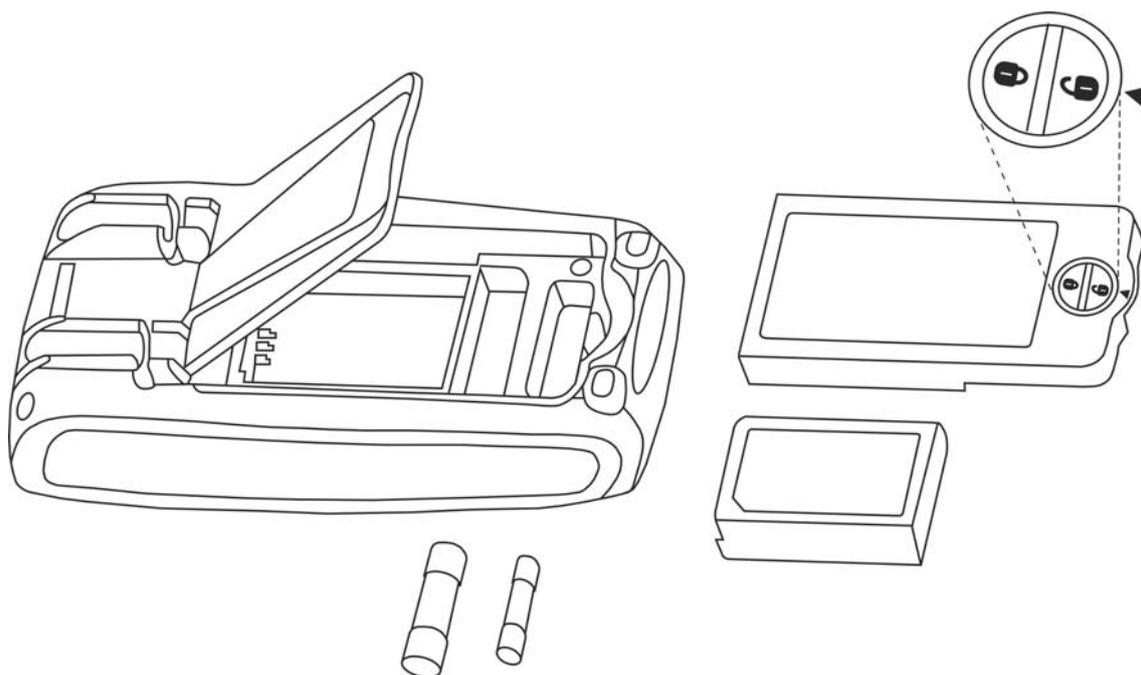

Fig. 34: Sostituzione fusibili interni
2. Ruotare la vite di fissaggio del vano batterie dalla posizione "OFF" alla posizione "ON" e rimuovere lo stesso (vedere Fig. 34)